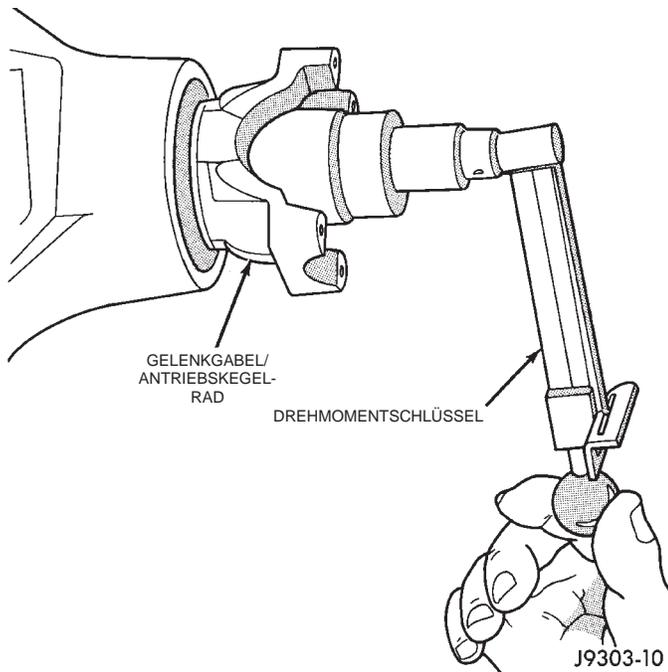

Abb. 17 Drehmoment des Antriebskegelrads messen—Typisches Beispiel
ring nicht zu stark zusammengequetscht wird (Abb. 17).
(10) Das zum Drehen des Antriebskegelrads erforderliche Drehmoment (= Vorspannung des Lagers) nachmessen (Abb. 17). Das Drehmoment muß bei folgenden Werten liegen:
(11) Ggf. Achswellen und Ausgleichkorb in Differentialgehäuse einbauen.
(12) Paßmarkierungen an Gelenkgabel und Gelenkwelle ausrichten. Gelenkwelle anbauen.
(13) Bremscheiben und Bremsattel anbauen. Arbeitsanleitung hierzu siehe Kapitel 5, "Bremsen".
(14) Ggf. Hypoidgetriebeöl einfüllen. Weitere Informationen siehe Abschnitt "Vorgeschriebene Schmiermittel" in diesem Kapitel.
(15) Räder anbauen.
(16) Fahrzeug absenken.